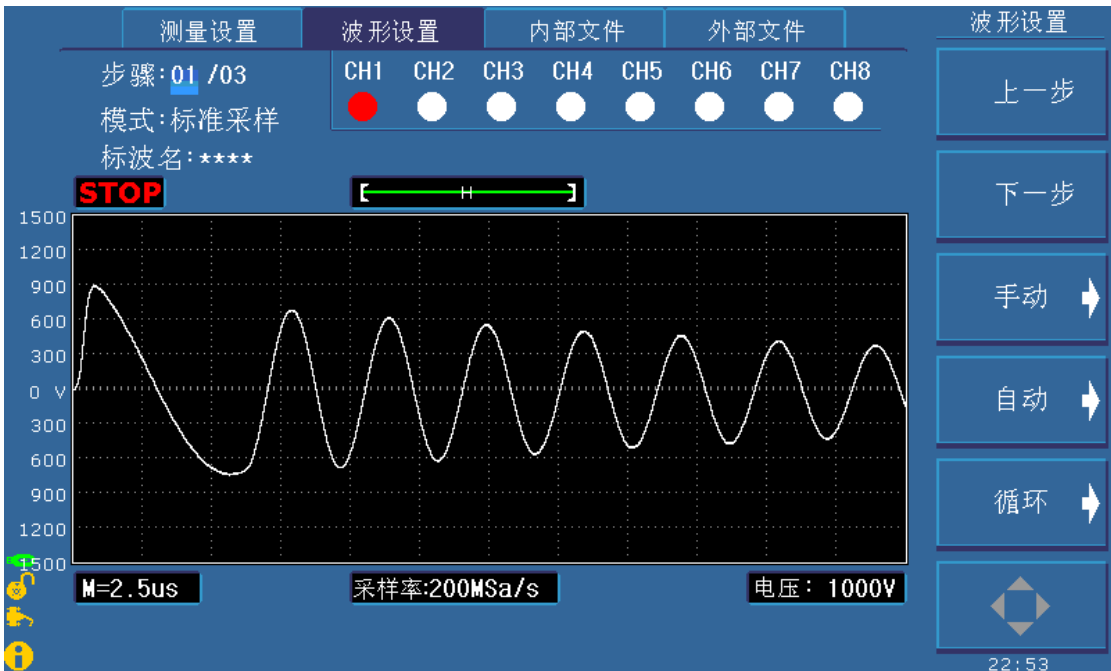

图 5-2 波形设置界面
用户在波形设置界面设定查看每一个测试步骤关于标准波形的采样处理等。界面的右上角显示当前选择步骤的 8 个通道配置（TH2883S4-5 是 4 个通道的配置），红色表示当前通道选择为电压高端，黑色表示当前通道选择为电压低端，白色表示当前通道关闭。页面下方为波形显示区域，显示的是当前步骤所采集的标准波形等波形显示，同时显示脉冲电压，采样率，时基显示，测试状态显示等。波形设置界面如图 5-2 所示。
- ◇ **加载** 用来加载一个已保存在内部非易失性存储器中的文件，如图 5-2 所示，使用上下方向键或者滚轮选择需要的文件，按下**加载**软键，再按**是**软键加载此文件，如果想退出加载文件，按**否**软键。